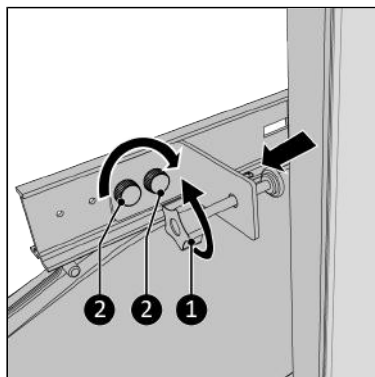

Abbildung 125.
13. Schrauben Sie die Klemmschraube vollständig zurück (Abbildung 125, Pos. 1).
15. Schrauben Sie die Klemmhalterung mit den beiden Knopfschrauben (Abbildung 125, Pos. 2) an der Hauptschiene fest.